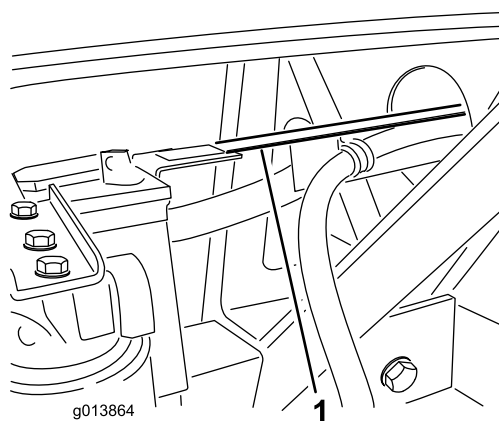

Bild 10
5. Die Schlauchführung sollte über der Lasche von der vertikalen Stütze des Batteriefachs sitzen (**Bild 10**). Wenn die Löcher in der Schlauchführung nicht mit den Löchern in der Batteriefachlasche übereinstimmen,
6. Befestigen Sie die Schlauchführung mit zwei Schrauben ($\frac{1}{4}" \times \frac{3}{4}"$) und Sicherungsbundmutter an der Nase des Batteriefachs (**Bild 10**).